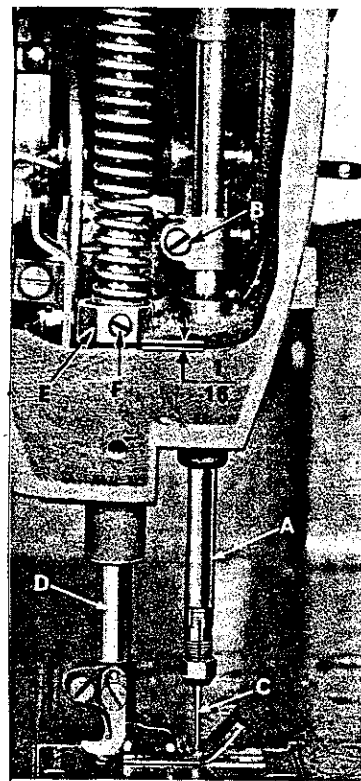

Fig. 4
Alinée la barra de la aguja. Inserte un nuevo juego de agujas (tipo y tamaño según se requiere) y gire la barra de aguja hasta que las agujas correspondan con las caras verticales de la guarda-aguja. Para voltear la barra de aguja, afloje el tornillo de la barra (B, Fig. 4) y mover según sea necesario. No se ajusta la altura de la barra en este momento. Apriete el tornillo.
Coloque la barra de aguja de manera que las partes superiores de los ojos de las agujas estén a $1/64$ " de pulgada (0.39mm) por debajo de los loopers cuando las puntas de las mismas en su recorrido hacia la izquierda estén niveladas con el lado izquierdo de las agujas. En los Estilos 56500 A, B y C la parte superior de los ojos de las agujas deben estar niveladas con la parte inferior del looper cuando la punta de ésta esté nivelada con el lado izquierdo de la aguja. Si es necesario reajustar la altura de la barra, afloje el tornillo (B, Fig. 4) y mueva la barra de aguja (A) para arriba o para abajo, según sea necesario y apriete de nuevo el tornillo (B). En las máquinas de dos o tres agujas, tenga cuidado de no perder el ajuste de las varias agujas en cuanto a sus agujeros en la plancha,
La altura de la barra del pie prensateLAS (D, Fig.4) está correctamente fijada si es posible quitar el pie prensateLAS cuando su palanca (B, Fig. 11) esté completamente deprimida. Además debe de haver aproximadamente $1/16''$ de pulgada (1.58mm) de espacio entre la superficie inferior de la conexión de la barra del pie prensateLAS y el guía (E, Fig. 4) y la superficie inferior de la apertura de la cabeza en la cama de la máquina cuando la palanca levantadora del pie prensateLAS se suelte y el pie prensateLAS descansa sobre la plancha, con los dientes de alimentación debajo de la plancha.
En caso de que necesite ajuste, gire el volante en la dirección del trabajo hasta que la barra de la aguja esté en su posición baja. Afloje el tornillo (F, Fig. 4). Luego, mientras sostenga el pie prensateLAS contra la superficie de la plancha, levante la conexión de la barra del pie prensateLAS y el guía, mediante un desarmador hasta obtener un ajuste de $1/16''$ de pulgada (1.58mm) y apriete el tornillo. Compruebe el ajuste girando el volante hasta que la barra de la aguja esté en su posición alta y vea se el pie prensateLAS puede sacarse de la máquina según se ha dicho en el párrafo anterior.